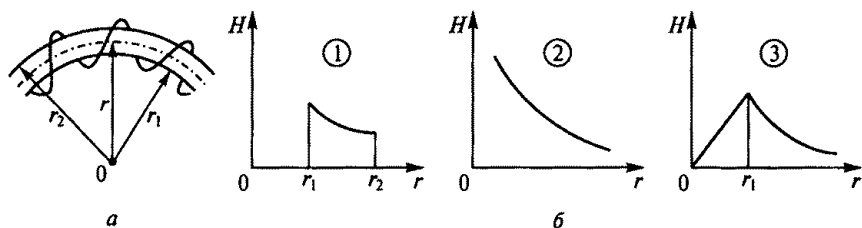

Рис. 42
2.7. Какой из трех приведенных на рис. 42, б графиков правильно отражает зависимость напряженности H от расстояния r до центра катушки, показанной на рис. 42, а?